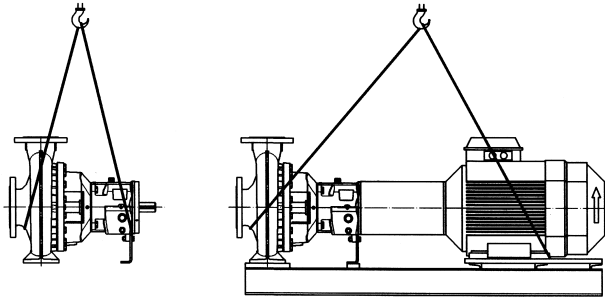

Bild 2
- Das Anheben der Pumpe / des Aggregates darf nur an stabilen Aufhängungspunkten wie Gehäuse, Stutzen, Rahmen erfolgen. Bild 2 zeigt die richtige Handhabung bei Krantransport.